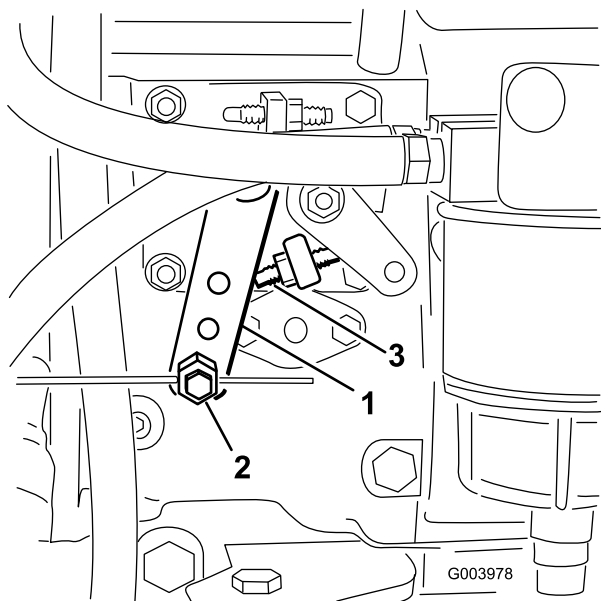

Figura 62
2. Allentate il raccordo del cavo dell'acceleratore, sulla leva della pompa di iniezione (Figura 62).